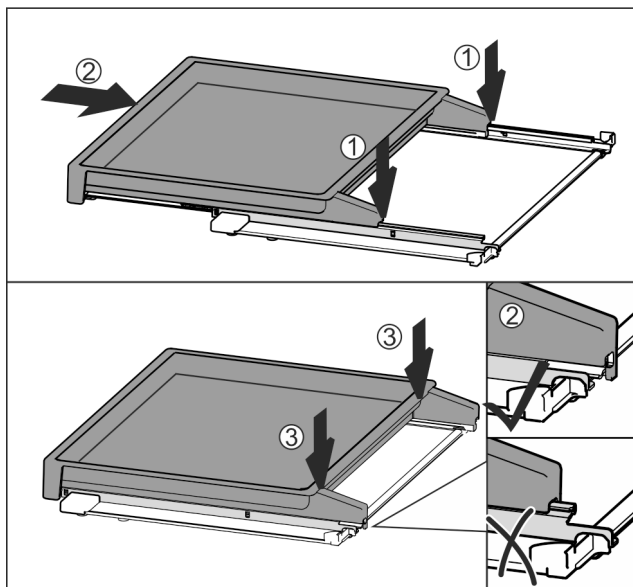

Fig. 115
- Sett det midt på skinnene Fig. 115 (1).
- Skyv uttrekksbordet helt inn Fig. 115 (2).
- Trykk på bakre side inntil det hektes hørbart inn Fig. 115 (3).